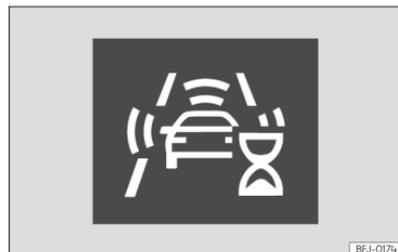

Fig. 122 No ecrã do painel de instrumentos: indicação de autocalibração inicial do sistema.
- Durante vos primeiros instantes de condução após unir a ignição, devido à autocalibração inicial do sistema. Durante esse período mostra-se um ícone de estado »» Fig. 122.